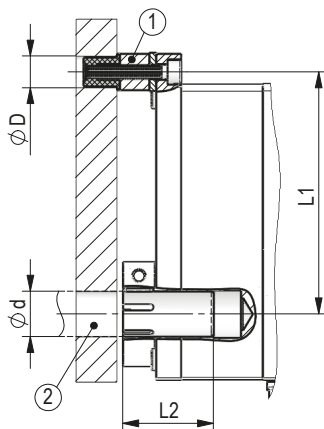

Abb. 1: Einbaumaße
- ▶ Sorgen Sie für einen geringen Wellen- und Winkelversatz zwischen Welle und Aufnahmebohrung durch geeignete Fertigungsmaßnahmen (siehe **Abb. 1 + Tab. 1**).
Vorbereitung Montage (Abb. 1, Abb. 2, Abb. 3, Abb. 4):
Montage (Abb. 1, Abb. 2, Abb. 3, Abb. 4):